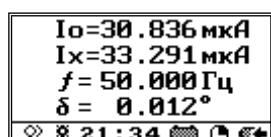

Рисунок 74
7.3.19 Нажатие кнопки **Enter** запускает третий этап измерений. Дождитесь стабильных повторяющихся данных спустя два-три интервала усреднения (рисунок 74) и зафиксируйте кнопкой **Enter** результаты третьего этапа измерений (токи I_{o3} и I_{x3}). При необходимости сохранения измеренных величин на SD-карте нажмите кнопку **↓**.